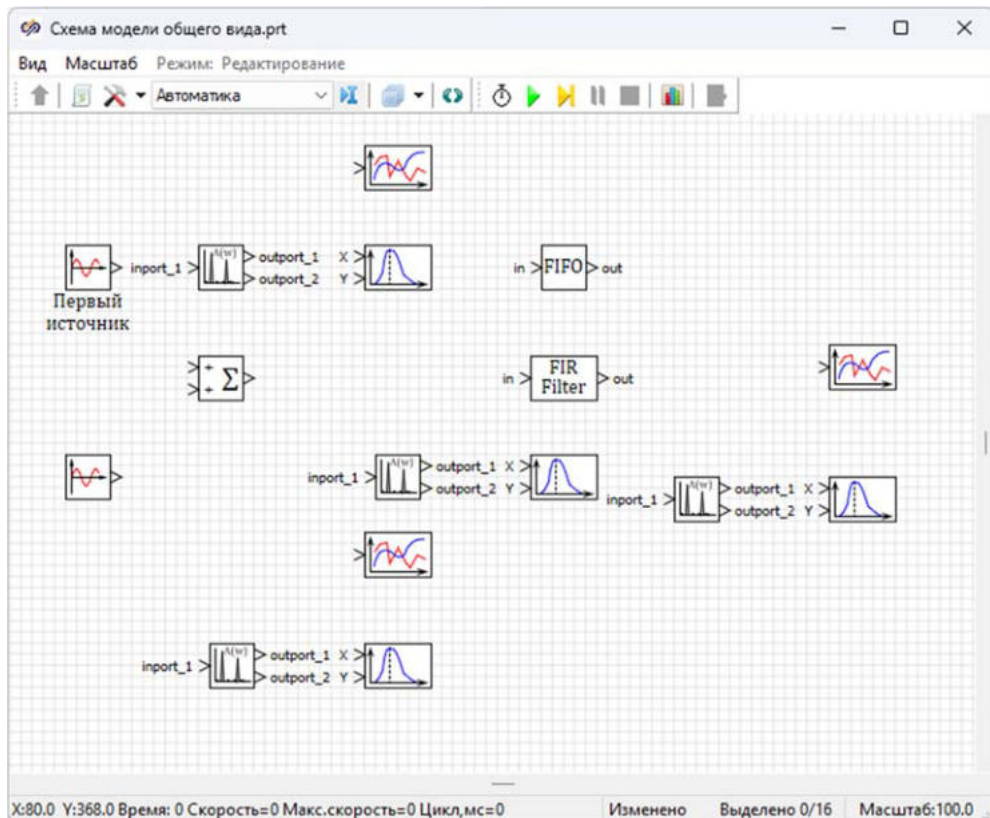

Рис. 30. Окно проекта с заданной подписью блока "Первый источник".
- Открыть область подписи блока двойным нажатием левой кнопкой мыши на прямоугольную область, расположенную под выделенным блоком, и задать подпись "Первый источник" (Рисунок 30).